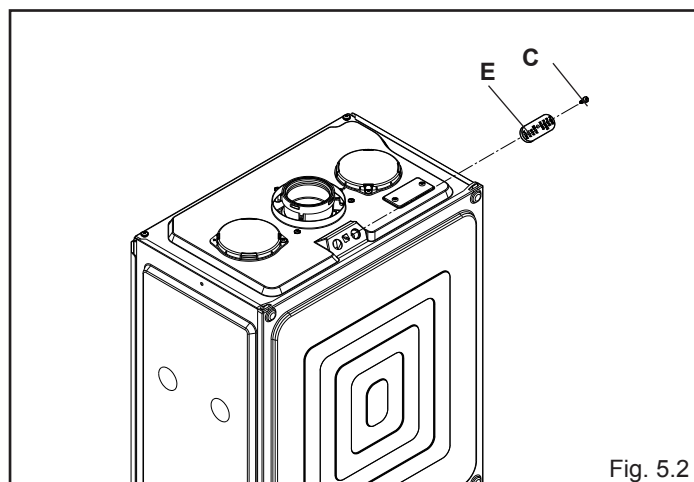

Fig. 5.2
- Rimuovere la vite e il coperchietto sulla cassa aria (vedi fig. 5.2)